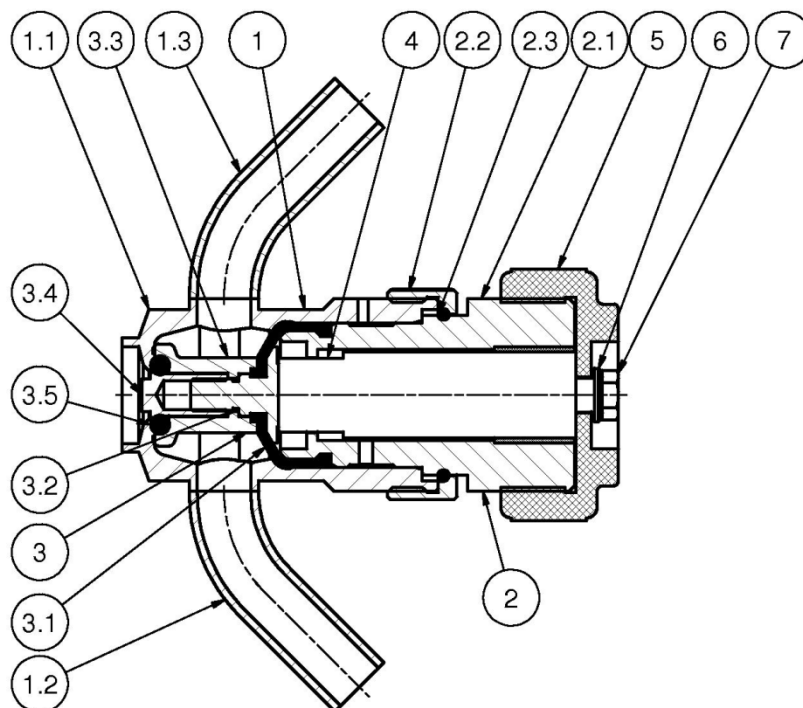
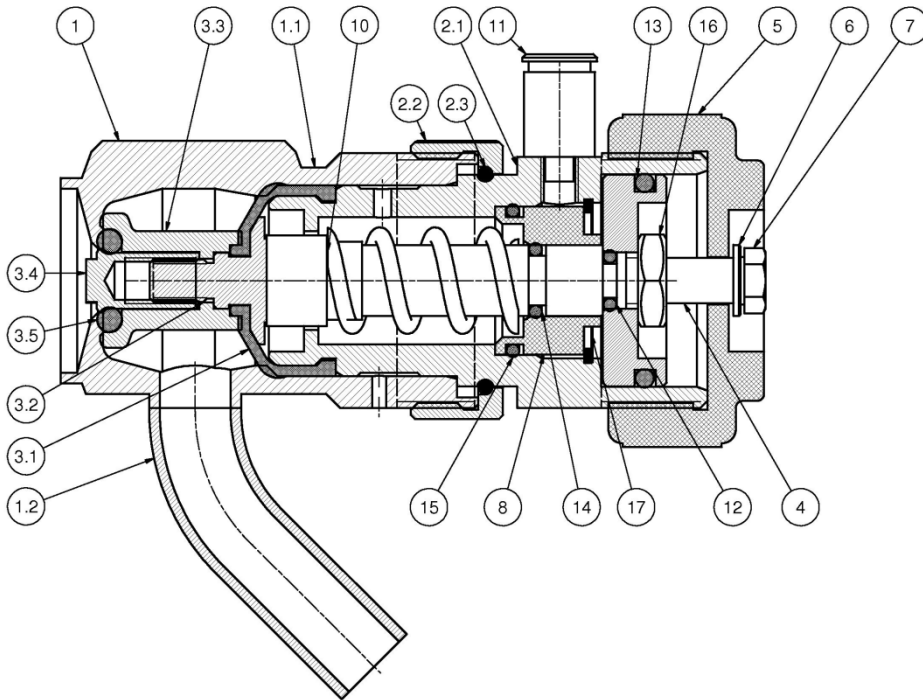
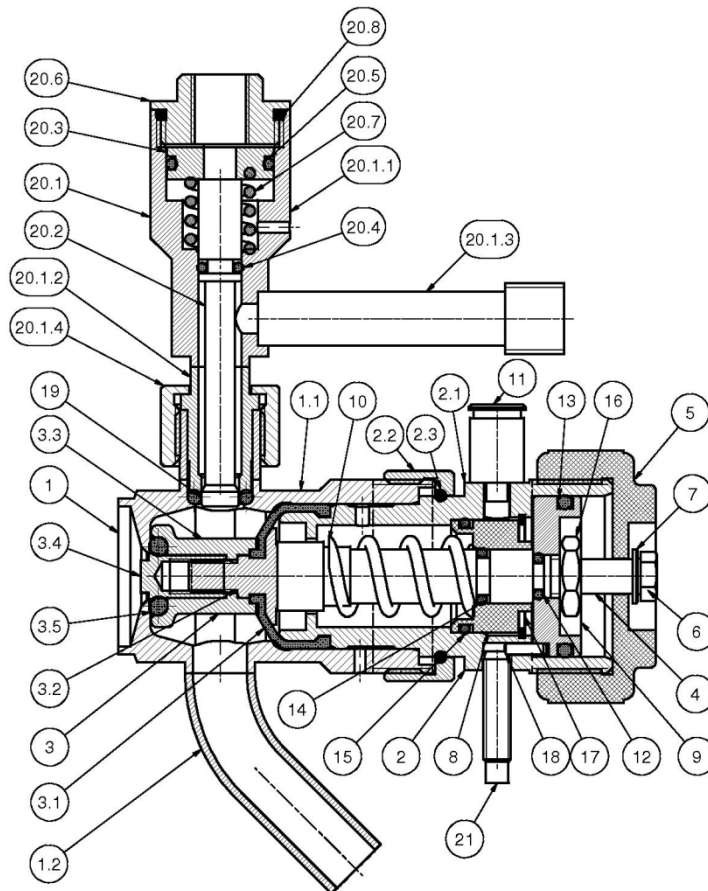

Bild 1 – Schnitt PharmCom-Probenahmeventil manuell mit Spülanschluss
Bild 2 – Schnitt PharmCom–Probenahmeventil manuell / pneumatisch ohne Spülanschluss
Bild 3 – Schnitt PharmCom–Probenahmeventil manuell / pneumatisch mit Spülventil und Nahrungsmittelinitiator
Bei der manuellen Ausführung (siehe Bild 1) wird das Ventil durch Betätigung mit dem Handrad (5) linksdrehend geöffnet und rechtsdrehend geschlossen. Bei der pneumatischen Ausführung (siehe Bild 2) wird das Ventil durch Handbetätigung mit dem Handrad (5) linksdrehend geöffnet und rechtsdrehend bis zum Leerlauf des Handrades (5) gedreht. Das Ventil schließt dann durch Federkraft. Über einen zusätzlichen Pneumatikanschluss (11) kann das Ventil zur Reinigung oder zur automatisierten Probeentnahme pneumatisch angesteuert werden. Das pneumatische Ventil ist optional mit einem Näherungsinitiator (21) zur Positionsabfrage ausrüstbar. Zusätzlich ist die pneumatische Variante des Probenahmeventils wahlweise mit einem pneumatisch betätigten Spülventil (20) zur automatischen Reinigung erhältlich. Diese Möglichkeiten sind in Bild 3 dargestellt.